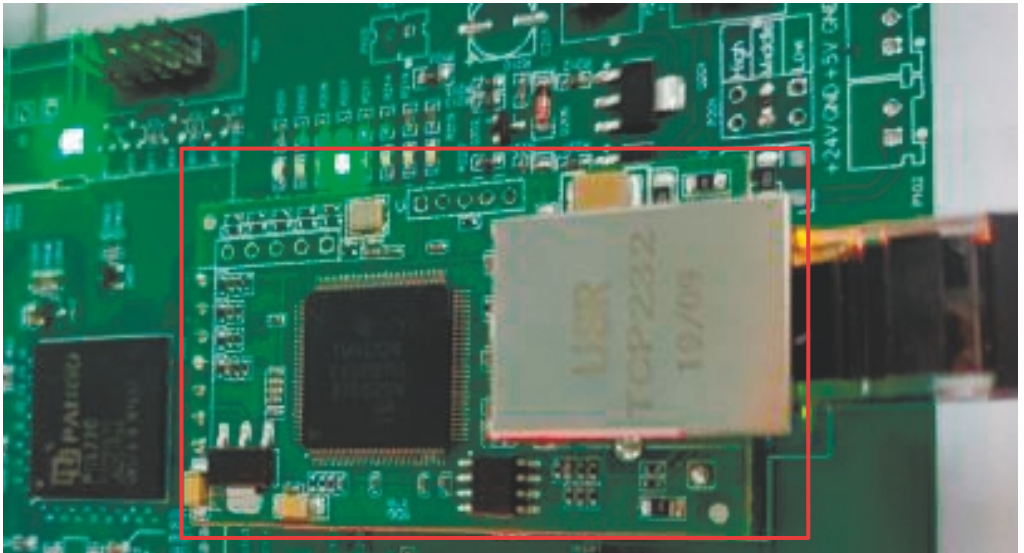

Рисунок 1-16
1. Вставьте TCP232 в плату 4210, как показано на рис. 1-16.